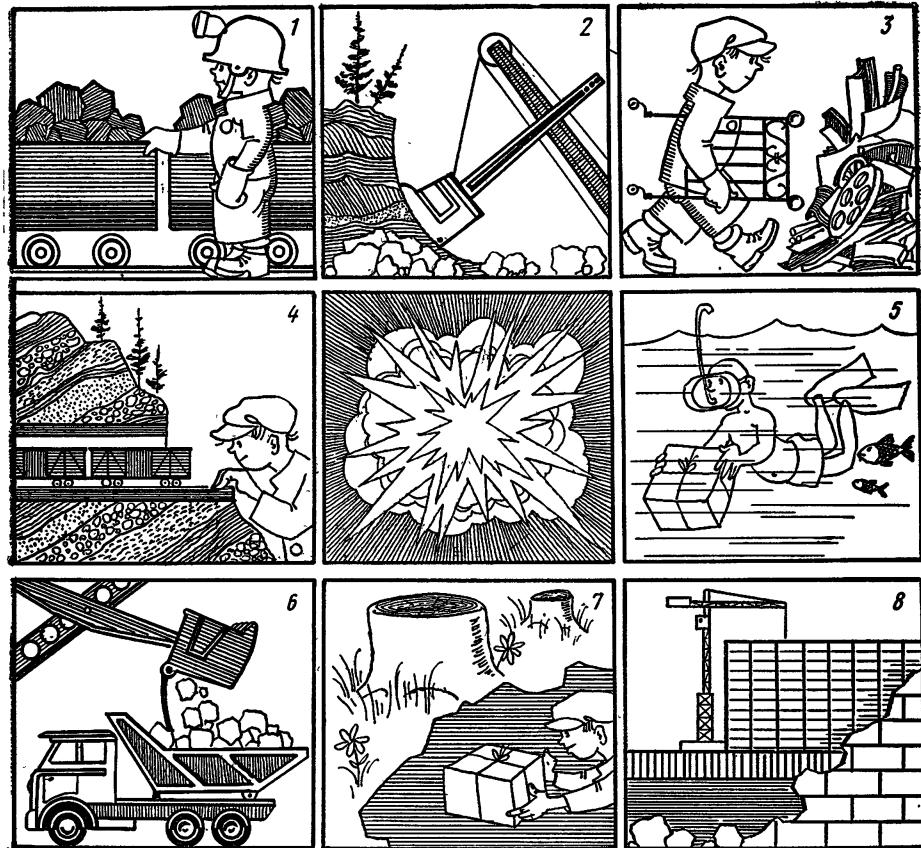

Рис. 5.
С некоторыми «профессиями» взрыва вас знакомит рисунок 5. Главное поле деятельности взрыва — горнорудная промышленность. Вся железная руда, значительная часть угля, гранит, мрамор и многое другое добываются с помощью взрыва. Взрыв дробит породу на куски, которые удобно вывозить (1, 6). Когда пласти угля лежат близко к поверхности, путем взрыва снимают верхние слои «пустой» породы (2). С помощью взрыва дробят железный лом и пни (3, 7), валят старые строения (8), прокладывают тоннели и каналы, расчищают реки (4, 5).